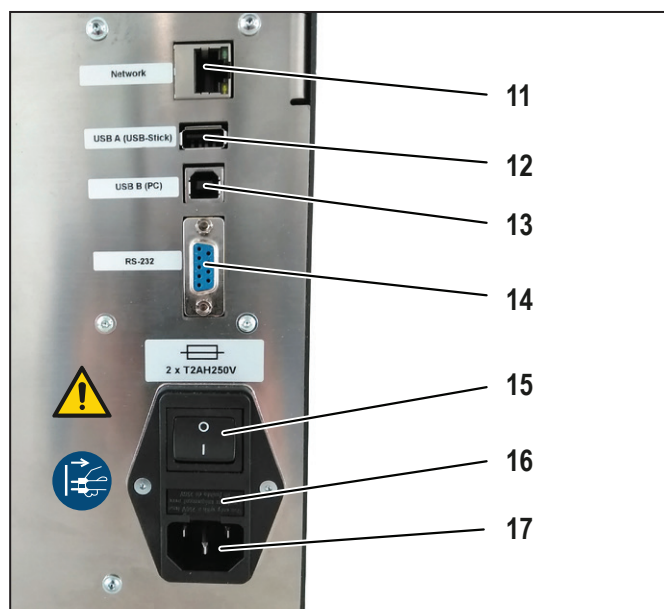

Figura 3.2 Vista posterior
- Inserte el cable de conexión a la red eléctrica en la toma de alimentación (Figura 3.2, 17) de la máquina y conéctelo al suministro de energía.
- Conecte la máquina a un ordenador con un cable USB (Figura 3.2, 13).
- Conecte la máquina a una red con un cable Ethernet (Figura 3.2, 11).
► Encienda la máquina (Figura 3.2, 15).